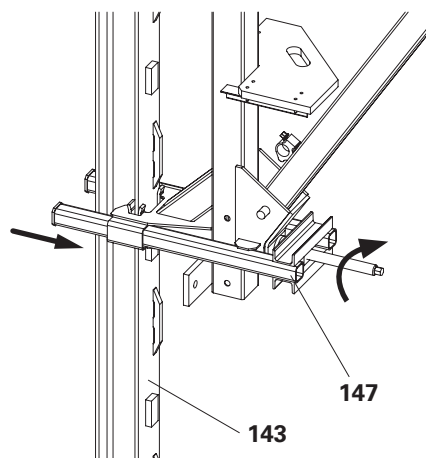

Fig. D2.03
1. Move the Slide ACS back (**147**). (Fig. D2.03)